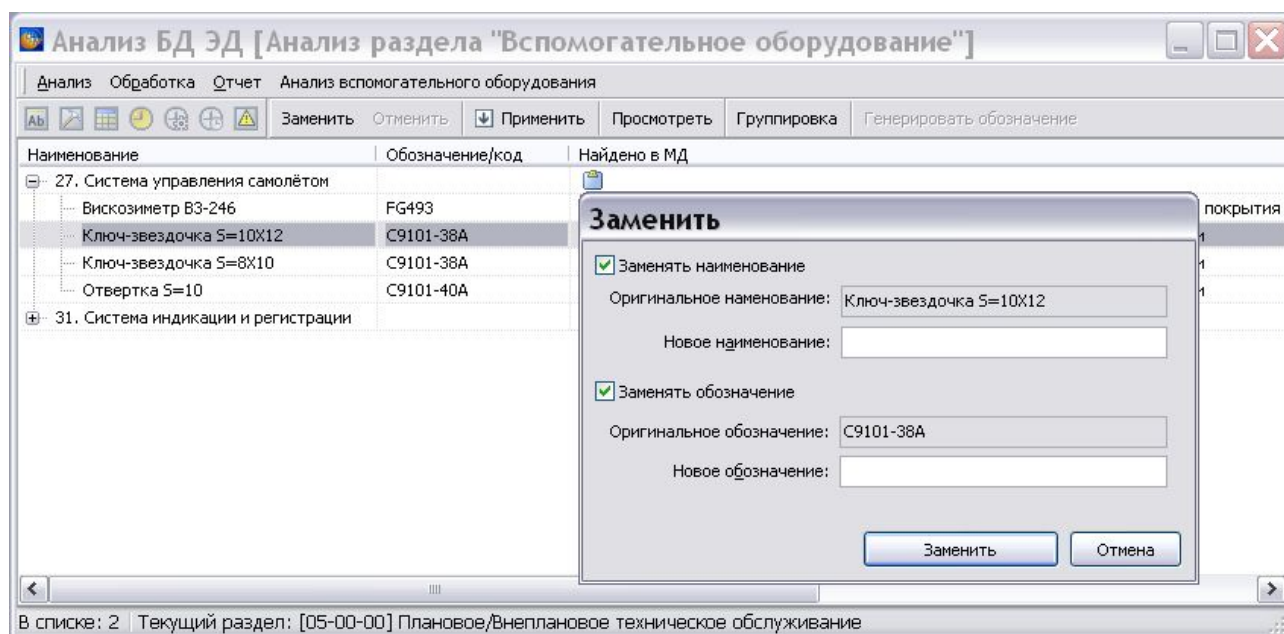

Рис. 8.172
1. В таблице результатов анализа выделите вспомогательное оборудование и нажмите на кнопку **Заменить** или в меню **Обработка** выберите команду **Заменить**. После этого появится диалоговое окно **Заменить** (Рис. 8.172).